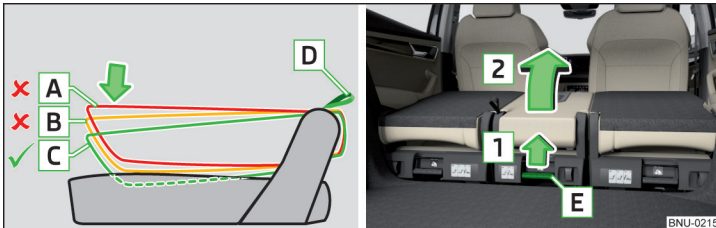

Abb. 90 Mittleren Sitz hochklappen
- An der Schlaufe **D** ziehen und die Sitzlehne in Stellung **C** ungefähr 4 cm tief in die Sitzfläche eindrücken » Abb. 90.